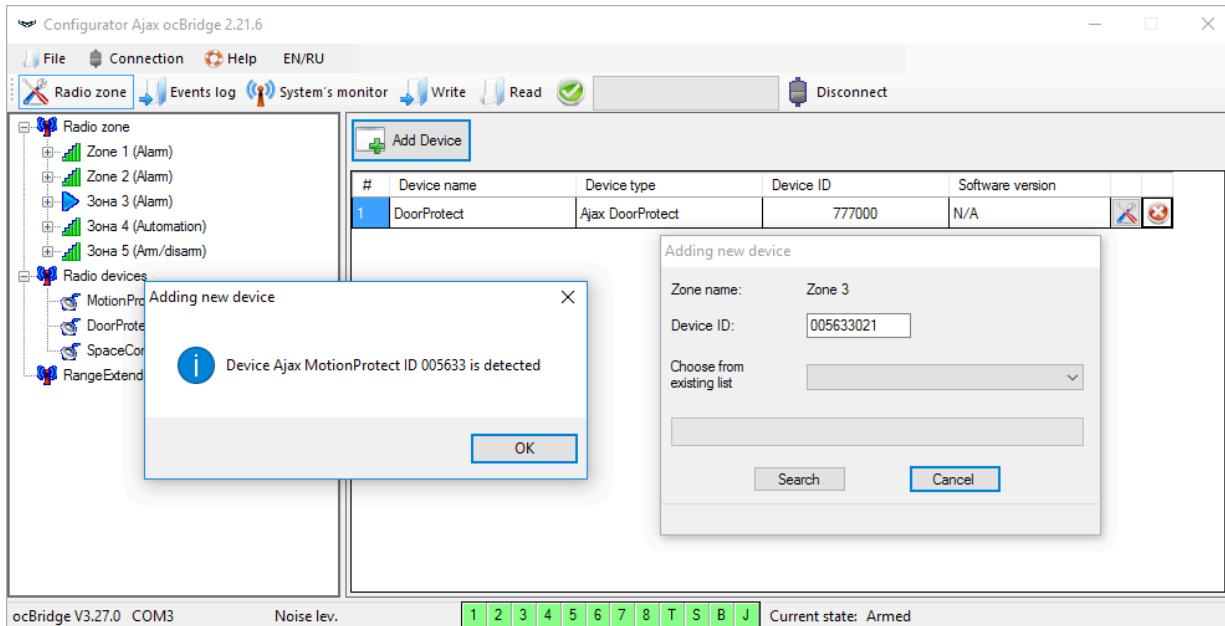

Abb. 4. Fenster Geräteregistrierung
Dann geeigneten Zonentyp und die entsprechenden Einstellungen wählen (siehe **Anschluss an die Zentraleinheit** dieses Handbuchs). Für das Hinzufügen eines Geräts wählen Sie die jeweilige Zone und klicken auf “**Add a device**” (**Gerät hinzufügen**). Das Feld “**Adding new device**” (**Neues Gerät hinzufügen**) wird angezeigt. Jetzt geben Sie die Sensorkennung (ID, unterhalb des QR-Codes auf dem Gerät) ein und klicken auf “**Search**” (**Suchen**) (Abb. 4).
4. Wenn die Sensoren erfolgreich im Sicherheitssystem angemeldet sind, klicken Sie auf “**Write**” (**Schreiben**) (Abb. 4), um die Konfigurationsdaten der Sensoren im Speicher des ocBridge Plus-Empfängers zu speichern. Wenn ocBridge Plus mit dem PC verbunden ist, klicken Sie auf “**Read**” (**Lesen**) (Abb. 4), um die vorab gespeicherte Sensorkonfiguration aus dem ocBridge Plus-Speicher zu lesen.